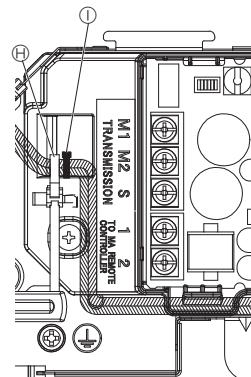

Fig. 5-7
5. Зафиксируйте дополнительный питающий провод с помощью пояса крепления кабеля и обеспечьте отсутствие натяжения. (Fig. 5-7)